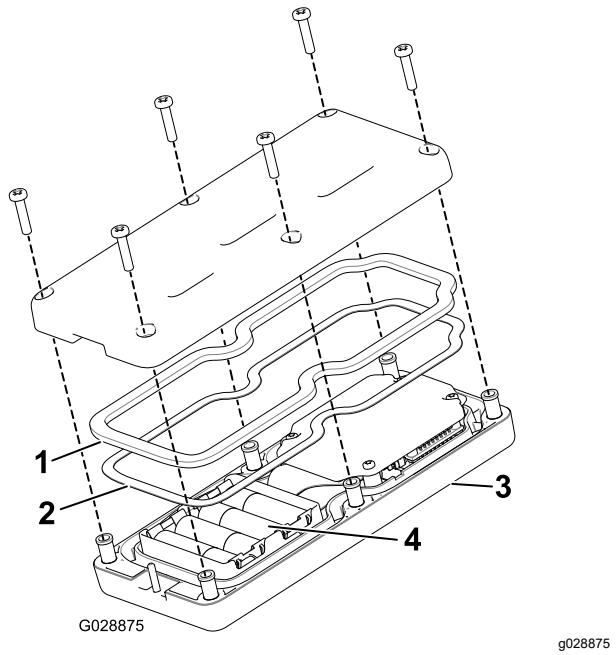

Figura 49
3. Togliete le 6 viti dalla parte posteriore del telecomando e togliete il coperchio (Figura 49).
5. Inserite le batterie nel portabatteria rispettando la polarità. Nel portabatteria sono marcati in rilievo i simboli della polarità di ogni terminazione (Figura 49).
6. Se avete rimosso accidentalmente la tenuta di gomma e la guarnizione in acciaio, riposizionatele accuratamente nel canale del telecomando (Figura 49).
7. Riposizionate il coperchio e fissatelo con le 6 viti precedentemente rimosse (Figura 49) e serratele a una coppia di 1,5–1,7 N·m.